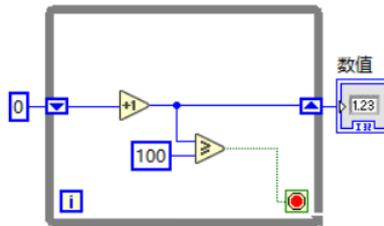

图 20 用一对移位寄存器实现累加
**移位寄存器**的作用是将本次循环时的某一变量保存下来,在下一循环时读取该变量,相当于将局部变量从循环末尾传递至下一循环初始。移位寄存器是成对出现的:右侧移位寄存器用于输入本次循环的值,也可以作为最终值模式的循环隧道;左侧移位寄存器可以读出上一次循环时存储的值,也可以从循环外接入初始值(一般情况下都需要接初始值)。图 20 展示了一对移位寄存器,用以实现从 0 开始不断累加的功能(直到 100)。